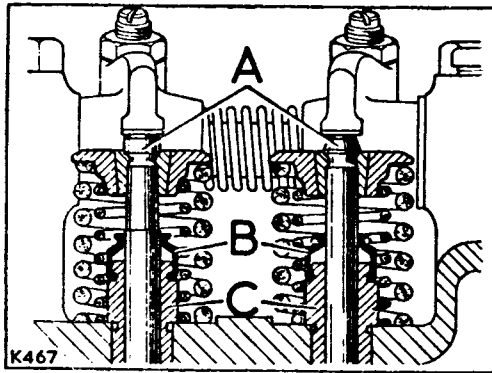

Fig. A4-79.- Posición de las gufas de válvulas y retenes de aceite.
2.2.- Retirar los retenes (B) (Fig. A4-79) de aceite de las gufas de válvula (C).
- 6.1.- Instalar los retenes de aceite en las guías de las válvulas (Fig. A4-79).